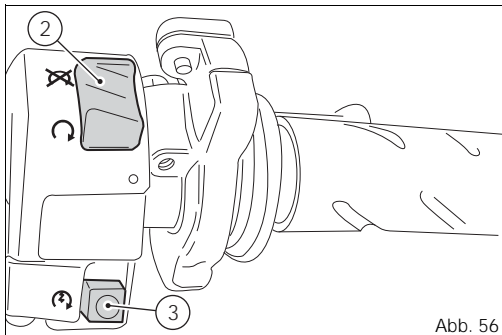

Abb. 56
- 3) Sich davon überzeugen, dass sich der Stoppschalter (2, Abb. 56) in der Position  (RUN) befindet, dann die Startertaste (3, Abb. 56) drücken.